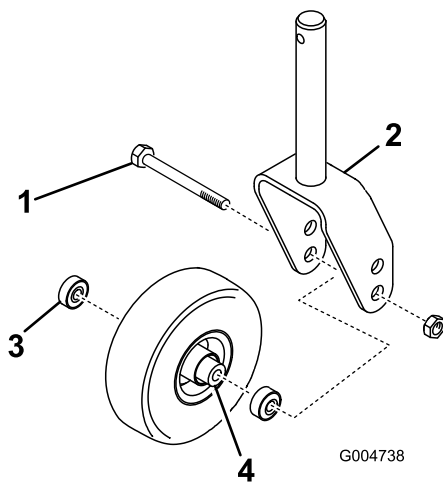

Figura 28
- Retire la contratuerca del perno que sujeta el conjunto de la rueda giratoria en la horquilla (Figura 28). Sujete la rueda giratoria y retire el perno de la horquilla o del brazo de pivote.
2. Retire el cojinete de la rueda y deje que se caiga el suplemento del cojinete (Figura 28). Retire el cojinete del otro lado de la rueda.